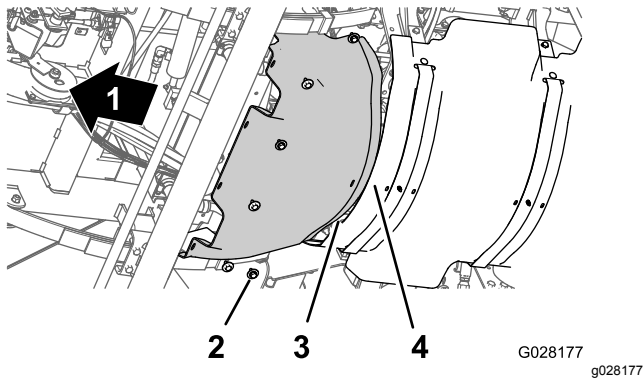

Bild 58
- Fluchten Sie den hinteren Flansch des vorderen Wärmeschutzblechs über dem vorderen Flansch des hinteren Wärmeschutzblechs aus (Bild 58).
- Fluchten Sie die Löcher im vorderen Wärmeschutzblech mit den Gewindelöchern im Chassis aus (Bild 58).
- Befestigen Sie das vordere Wärmeschutzblech mit den sechs Sechskantschrauben und sechs Scheiben (Bild 58), die Sie in Schritt 3 von Entfernen des vorderen Wärmeschutzblechs \(Seite 53\) entfernt haben, an der Maschine.